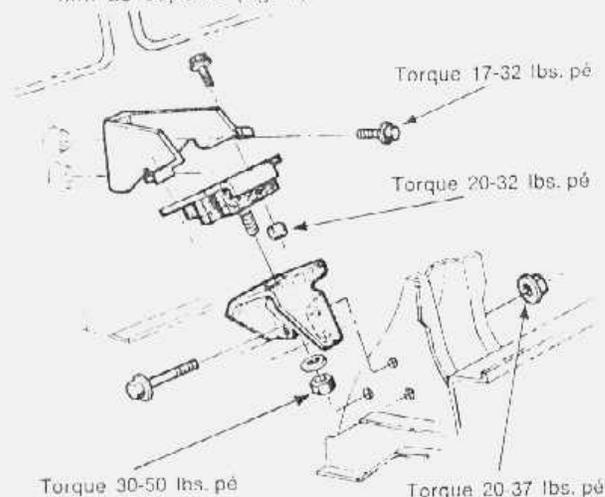

fig. 4 — instalação dos coxins dianteiros
1. Remover a porca do parafuso de fixação do coxim ao suporte (fig. 4)